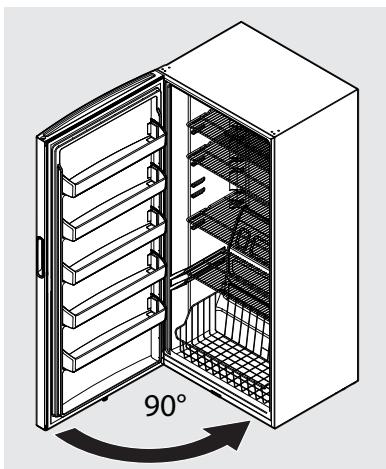

Figura 9
19. Deslice la puerta hacia el perno de la bisagra inferior a  $90^{\circ}$  con respecto al gabinete del congelador y cierre la puerta (vea la figura 9).